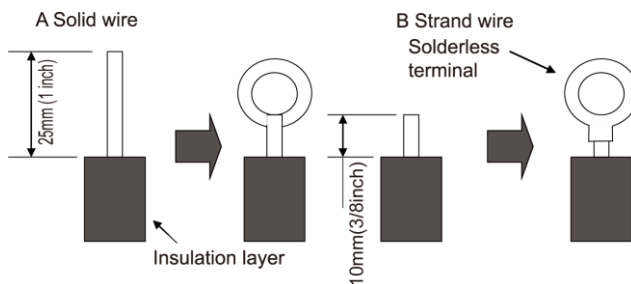

Fig. 4.26
### (1). For solid core wiring (Fig. 4.26)
### (2). For strand wiring (Fig. 4.26)